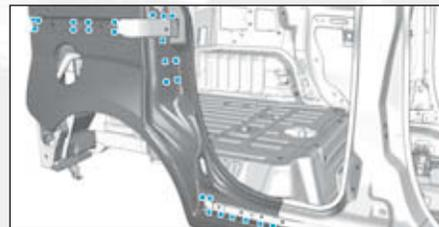

FIG. 159
- par points bouchons MAG, puis meuler les points de soudure (Fig.159),